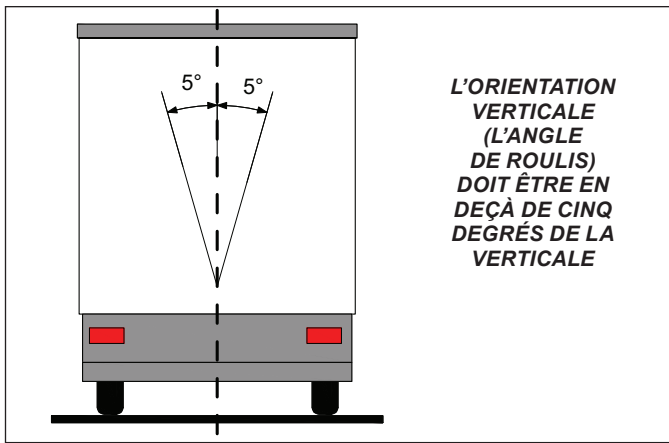

FIGURE 16 – MONTAGE SUR REMORQUE (VERTICAL)
1. Monter le module TABS-6 Advanced selon les critères suivants (cf. Figures 16 à 18) :